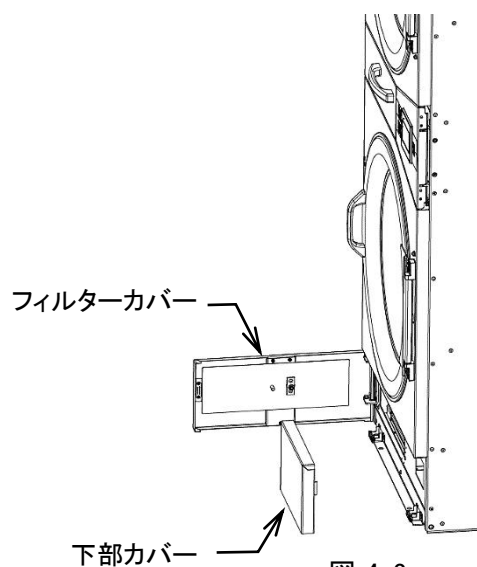

図 4-3
1) フィルターカバーを開き、下部カバーを外します。(図 4-3)